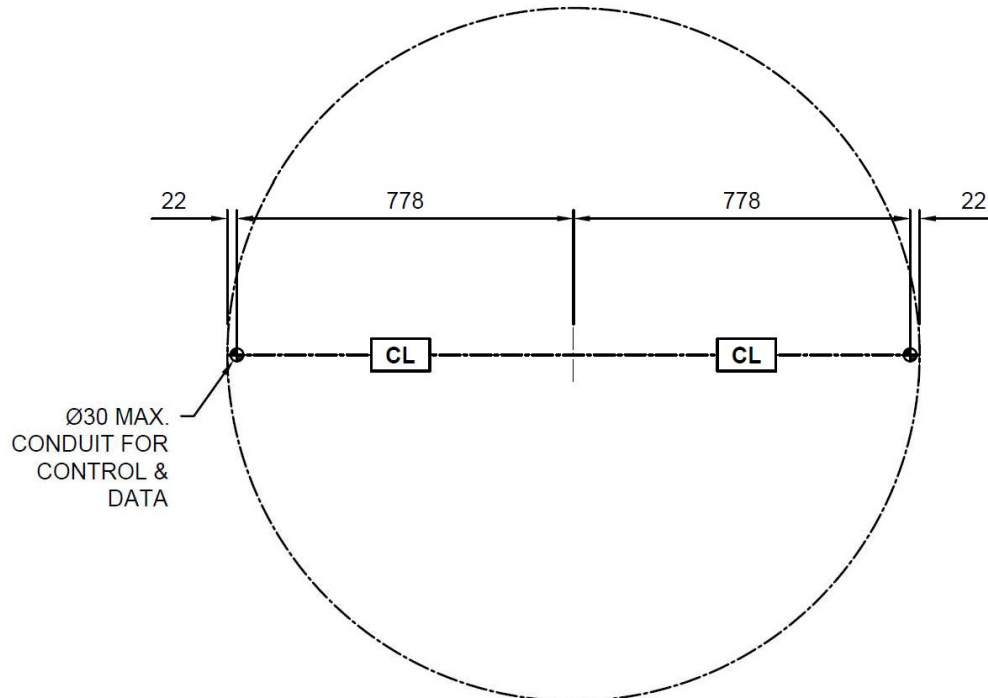

Abbildung 6: Markieren des Bodens: Schritt 3
- 4.9. Wenn Strom- und Steuerkabel vom Boden aus verlegt werden, entweder durch Rohre, die in den Boden gebohrt werden, oder durch Bohrkerne, siehe *Abbildung 6* für die Positionen der Leitungen und die Markierung des Kreideumrisses.